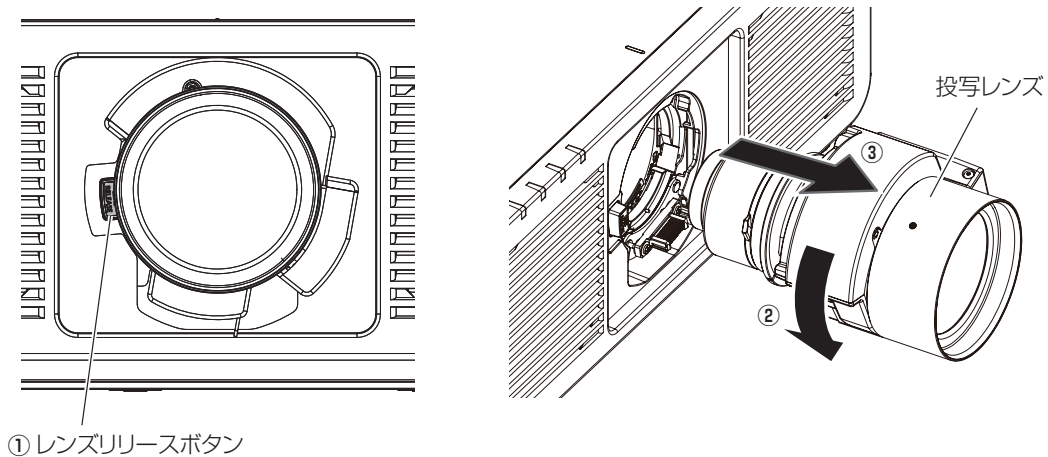

図2
- 2) レンズリリースボタン（①）を押しながら、投写レンズを反時計方向（②）に回しきり、抜き取る（③）（図 2）